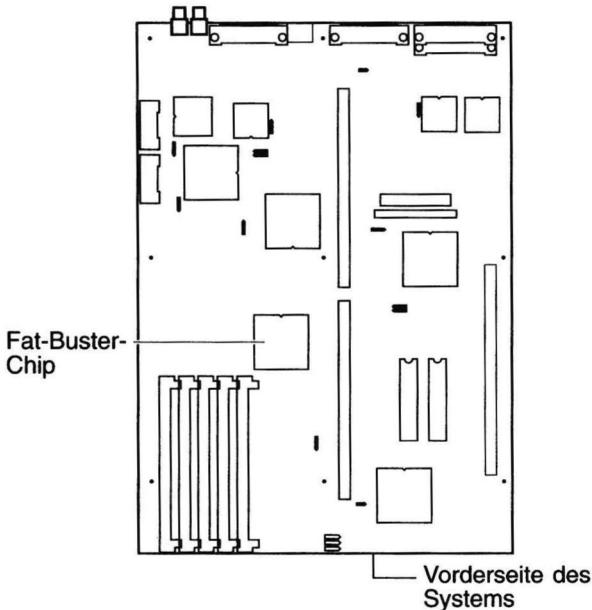

Abbildung 1. A4000-Hauptplatine
2. Wenn Sie den Chip nicht sehen können (siehe Abbildung 1), bauen Sie vorsichtig die störenden Erweiterungskarten aus. Anweisungen dazu finden Sie im *Benutzerhandbuch zum A4000*.